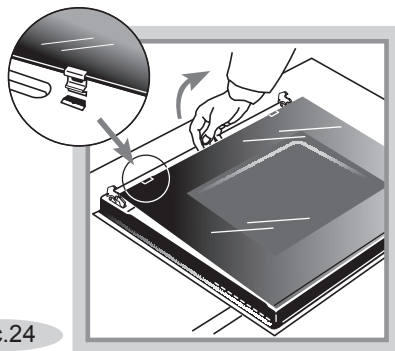

Рис.24
- Чтобы помыть стекла дверцы со всех сторон, **внутреннее стекло можно легко снять.** Для этого потяните за край стекла, как показано на рис. 24.